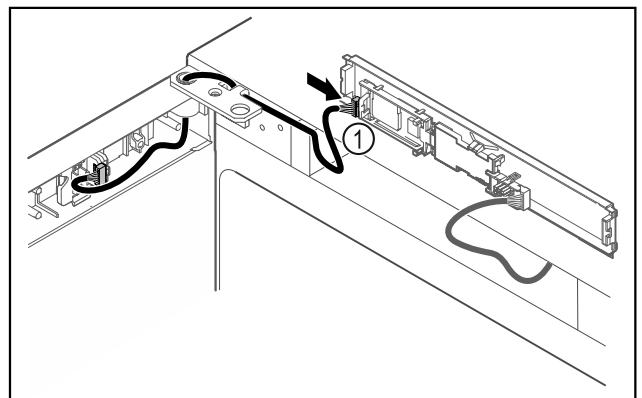

Fig. 42
- ▶ Sett pluggen Fig. 42 (1) inn i kretskortet.